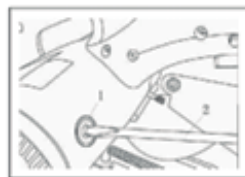

Fig9
Cómo cambiar las escobillas de carbón (Fig 9)
3. Utilice un destornillador para quitar las tapas del soporte de las escobillas. Saque las escobillas de carbón gastadas, coloque las nuevas y ajuste las tapas del soporte nuevamente (Fig. 9).